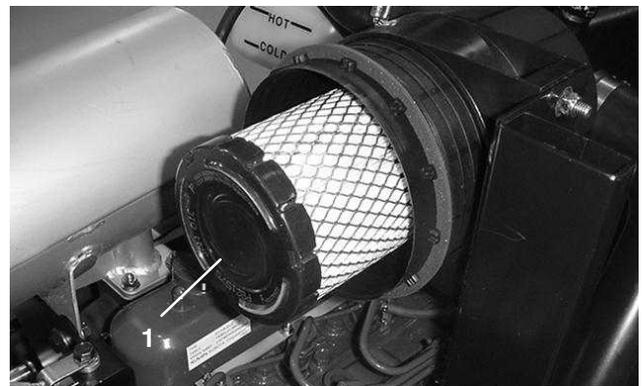

Figure 45
3. Déposez et remplacez l'élément primaire (Fig. 45). Il est déconseillé de nettoyer l'élément usagé car cela risquerait d'endommager le filtre. Vérifiez que le nouveau filtre est en bon état ; contrôlez l'extrémité étanche du filtre et le corps. N'utilisez pas l'élément s'il est endommagé. Insérez le filtre neuf en appuyant sur le bord extérieur de l'élément pour l'ajuster correctement dans la cartouche. N'appuyez pas sur la partie centrale souple du filtre.